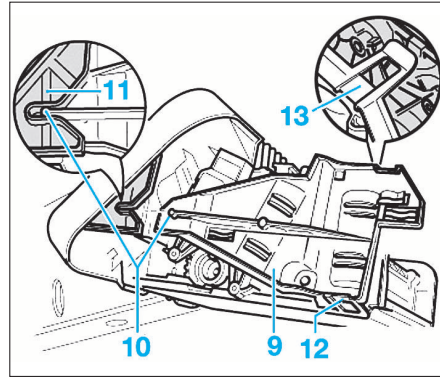

FIG. 37
- reposer le support (9) (Fig.37) en veillant à ce que le guidage du support (10) se positionne correctement dans le logement du puits d'aspiration (11) et que le support s'encliquette dans les crans (12) et (13).